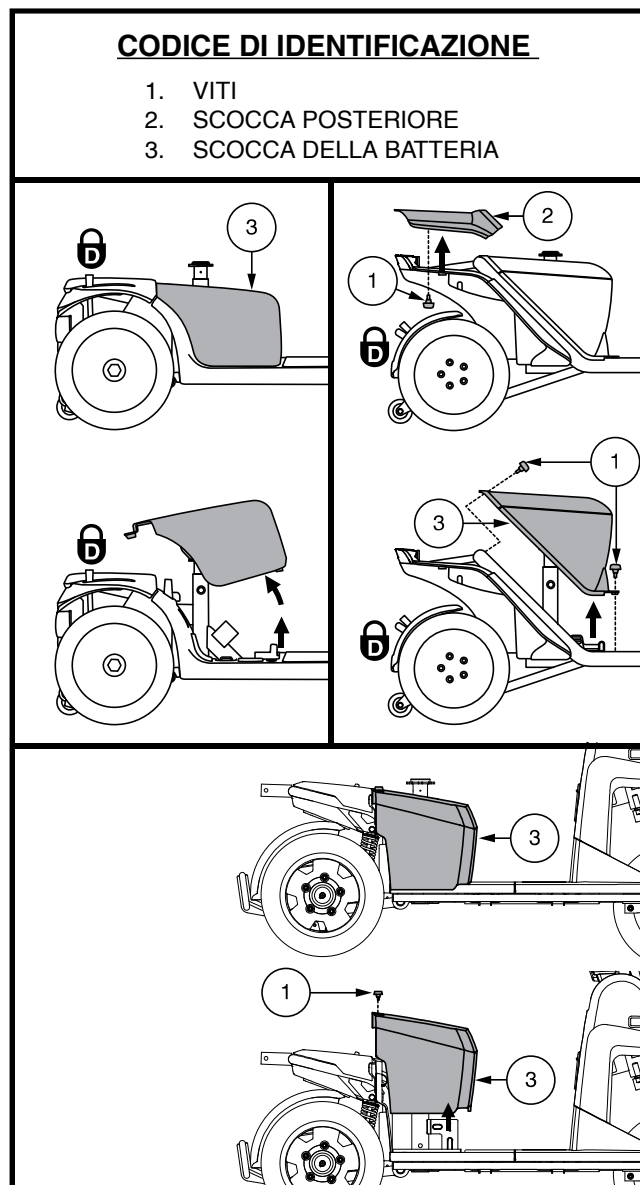

Figura 15. Rimozione/installazione della scocca della batteria
1. Rimuovere il sedile e la scocca posteriore. **Vedere figura 15.**
- a.) Per il modelli 614 e 714, sollevare la scocca posteriore togliendo le due (2) viti che la fissano al telaio dello scooter e poi sollevare la scocca verso l'alto ed allontanarla dallo scooter. **Vedere figura 15.**
- b.) Per il modelli 614 e 714, sollevare la scocca del pacco batterie togliendo le quattro (4) viti che la fissano al telaio dello scooter e poi sollevare la scocca verso l'alto ed allontanarla dallo scooter. **Vedere figura 15.**